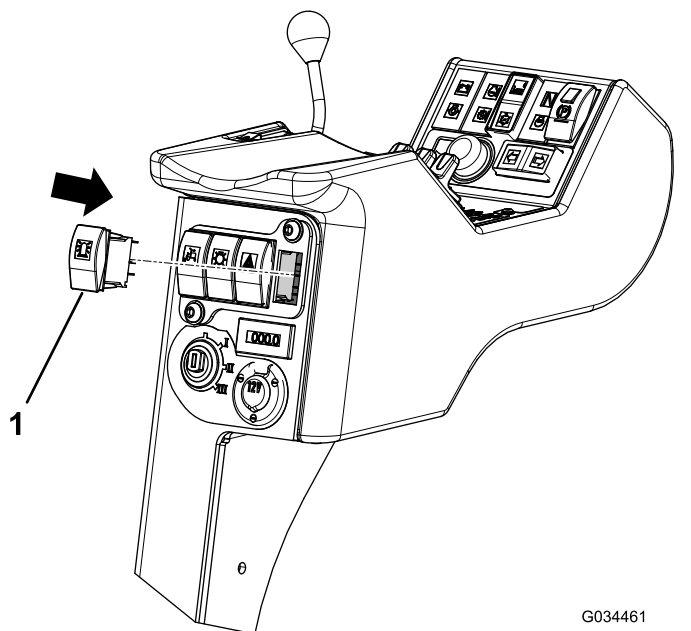

Figura 15
3. Pressione o interruptor no recorte até fazer um clique e ficar no lugar (Figura 15).